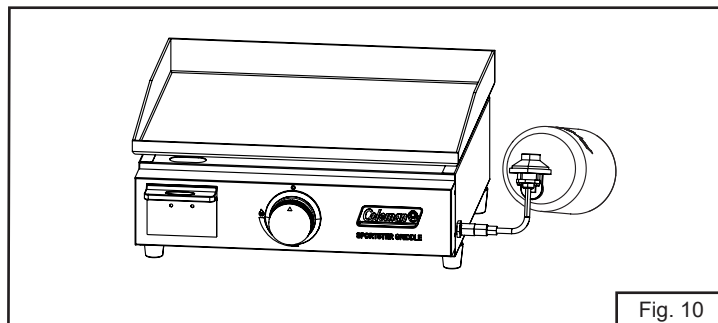

Fig. 10
9. Ahora ya tendrá su plancha totalmente montada (Fig. 10). Colóquela en el lugar deseado, ajuste las patas para que quede nivelada.